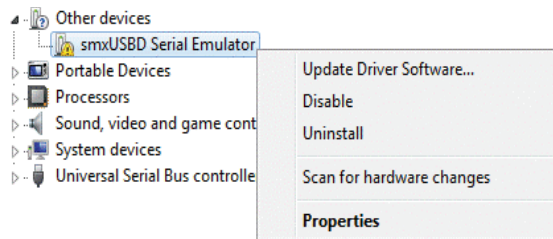

Figura 82 Gestione dispositivi di Windows 8/8.1
9. In **Altri dispositivi** fare clic con il pulsante destro emulatore seriale **susmxUSB** e selezionare **Aggiorna il software del driver** (Figura 82).